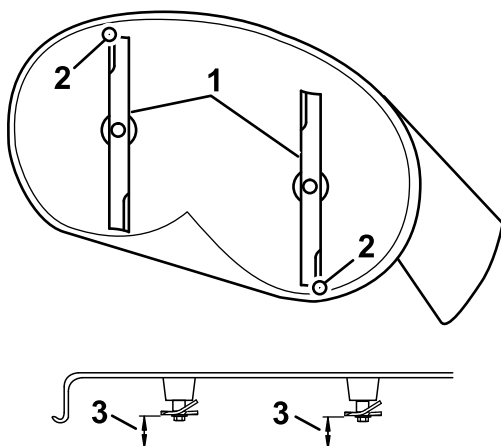
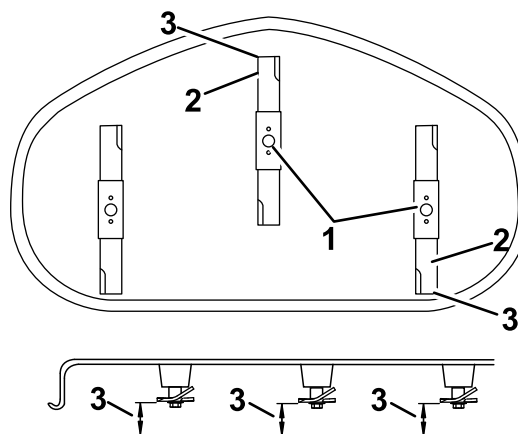

Figure 66
Figure 67
4. Faites pivoter les lames avec précaution pour faire passer les pointes avant à l'arrière (Figure 66).
5. Mesurez la distance entre la pointe de la lame avant et la pointe de la lame arrière par rapport à la surface plane (Figure 66 ou Figure 67).